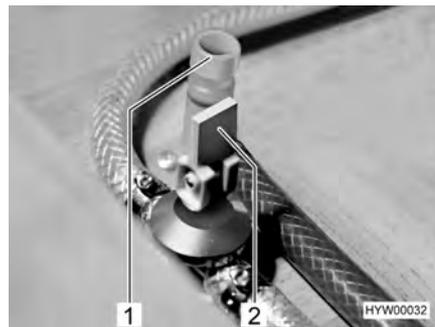

Fig. 132 Robinets de vidange pour chauffe-eau Truma
- Fermer tous les robinets de vidange pour chauffe-eau. Pour cela, mettre le levier à bascule (Fig. 132,2) à l'horizontale et faire tourner le capuchon (Fig. 132,1) dans le sens des aiguilles d'une montre.
- Ouvrir tous les robinets de vidange pour chauffe-eau. Pour ce faire, placer le levier à bascule (Fig. 132,2) à la verticale et faire tourner le capuchon (Fig. 132,1) dans le sens inverse des aiguilles d'une montre.